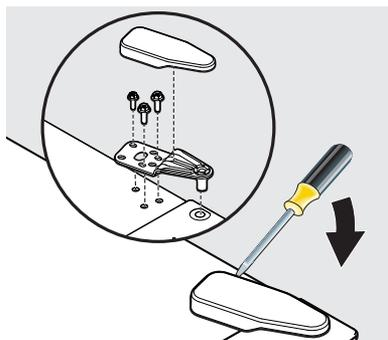

figura 1
1. Haciendo palanca con cuidado con un destornillador de cabeza plana, saque hacia arriba la tapa de la bisagra; quite los 4 tornillos de la bisagra superior con el destornillador Phillips o una llave de 5/16". Deje a un lado la bisagra y los tornillos (consulte la figura 1).